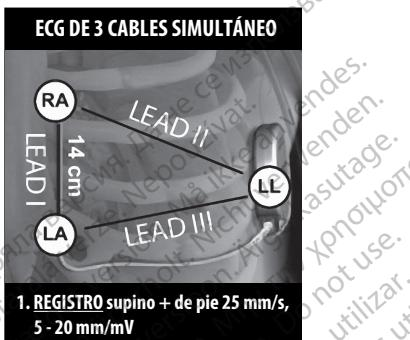

Figura 2. Ubicación típica de los electrodos de ECG de superficie para el screening del paciente
1. Para llevar a cabo el proceso de screening del paciente, se debe obtener un equivalente de superficie de los vectores de detección subcutáneos. Es importante obtener el ECG de superficie en el lugar que representa la posición prevista del sistema S-ICD implantado. Al colocar el sistema S-ICD en la ubicación de implante típica, el electrodo del ECG de superficie debe ubicarse como se describe a continuación (Figura 2 Ubicación típica de los electrodos de ECG de superficie para el screening del paciente en la página 21). Si se desea emplazar en una ubicación no estándar el electrodo o el generador de impulsos del sistema S-ICD, se deben modificar las ubicaciones del electrodo de ECG de manera adecuada.